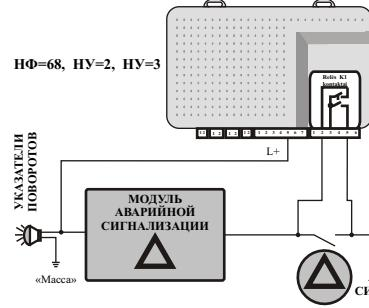
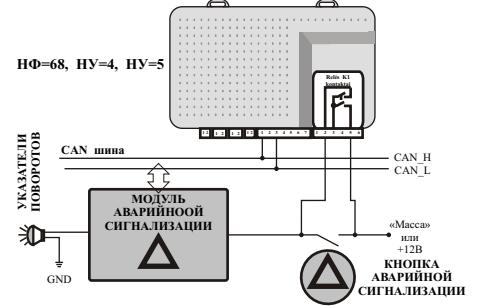
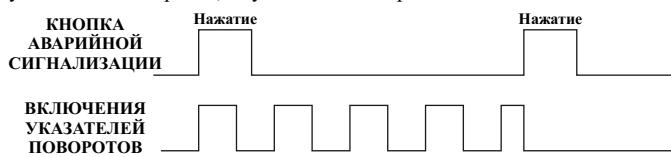
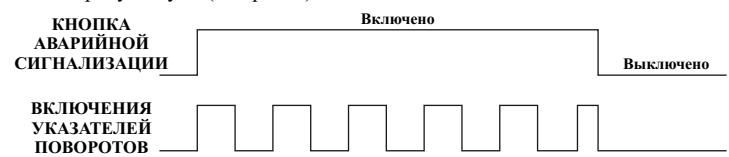

Рис. 3. Система считает включения указателей поворотов через ход L+.
Рис. 4. Система считает включения указателей поворотов через CAN шину.
Рис. 5. Нажатия кнопки аварийной сигнализации генерируют короткие электрические импульсы.
Рис. 6. Нажатие кнопки аварийной сигнализации генерирует постоянный электрический сигнал «включено» или «выключено».
включения указателей поворотов автомобиля. Счет включений производится через вход L+, который подключен к указателю поворота (см. рис. 3).
б) система тревожной сигнализации эмулирует нажатие кнопки аварийной сигнализации автомобиля (реле K1 соединяет цепь) и начинаются включения указателей поворотов автомобиля. Счет включений производится способом анализа информации CAN шины (см. рис. 4).
В многих современных автомобилях нажатие кнопки аварийной сигнализации генерирует электрический импульс, обуславливающий начало включений указателей поворотов. Следующим нажатием кнопки генерируется импульс, останавливающий включения указателей поворотов (см. рис. 5). «GN7C» генерирует эти импульсы при помощи реле K1, замыкающей нормально разомкнутые контакты на промежуток времени в 0,25с.
В некоторых автомобилях нажатие кнопки аварийной сигнализации создает постоянный электрический сигнал, обуславливающий включения указателей поворотов, и указатели поворотов включаются пока этот сигнал присутствует (см. рис. 6).
- указатели поворотов подключаются по схеме, приведенной на рис. 3, а кнопка аварийной сигнализации действует по диаграмме, приведенной на рис. 5. Это второй по популярности метод подключения указателей поворотов. Должна быть выбрана установка NY=2 функции HF68;
- указатели поворотов подключаются по схеме, приведенной на рис. 4, а кнопка аварийной сигнализации действует по диаграмме, приведенной на рис. 5. Это третий по популярности метод подключения указателей поворотов. Должна быть выбрана установка NY=4 функции HF68;
- указатели поворотов подключаются по схеме, приведенной на рис. 3, а кнопка аварийной сигнализации действует по диаграмме, приведенной на рис. 6. Это редко используемый метод подключения указателей поворотов. Должна быть выбрана установка NY=3 функции HF68;
- указатели поворотов подключаются по схеме, приведенной на рис. 4, а кнопка аварийной сигнализации действует по диаграмме, приведенной на рис. 6. Это редко используемый метод подключения указателей поворотов. Должна быть выбрана установка NY=5 функции HF68.